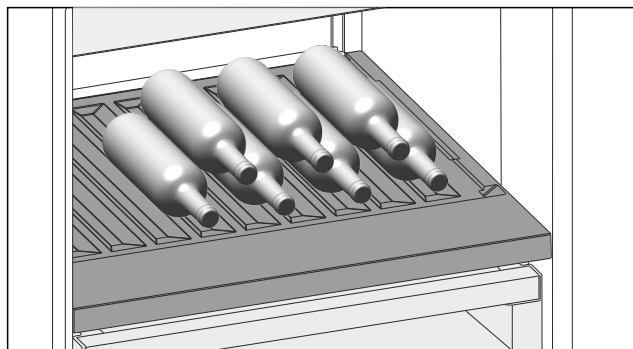

Fig. 181 Beispielhafte Darstellung
- Flaschen mit dem Boden nach hinten zur Rückwand einlegen. (siehe Fig. 181)